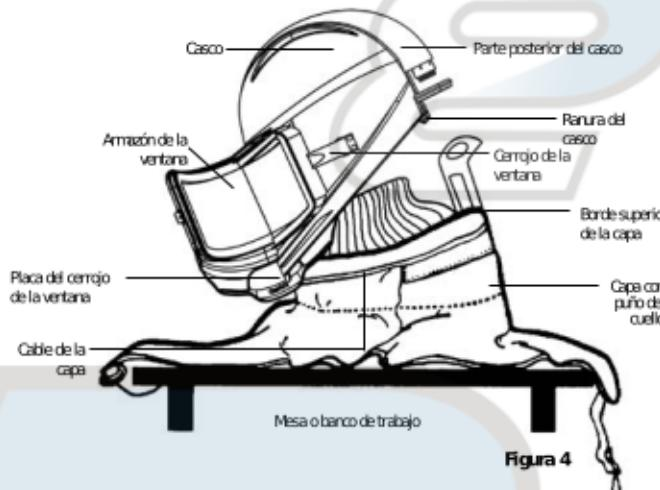

Figura 4
2. Retire la capa del casco levantando la abrazadera y desenganchando la capa de la ranura del casco (Figura 4).
- Coloque la capa sobre la mesa o el banco de trabajo (Figura 4, página 19).